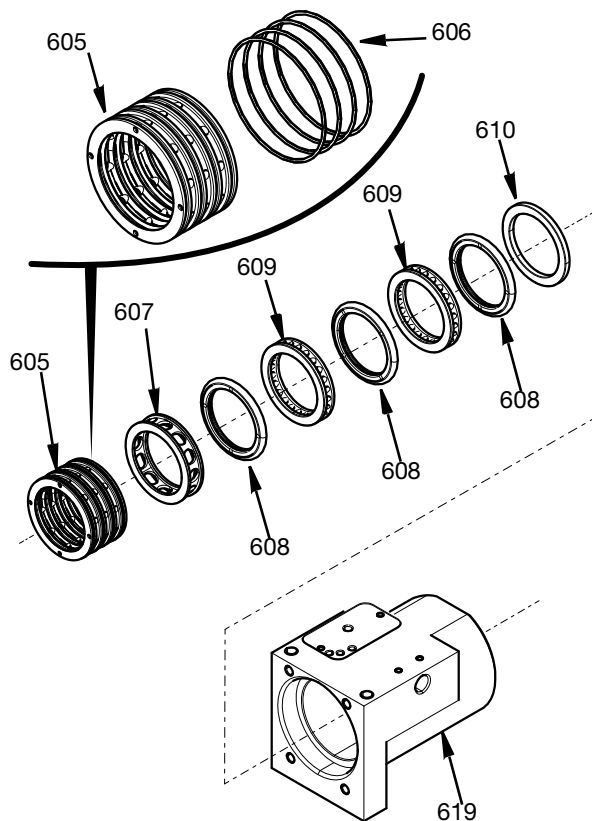

FIG. 22
2. Opatrně vložte všechny díly rovně do tělesa otočného čepu, jak je znázorněno na FIG. 22. O-kroužky (606) musí být namontovány na kroužek rozdělovače vzduchu (605), než jsou vloženy do vývrtu tělesa otočného čepu. Před montáží zkontrolujte, zda jsou všechna těsnění a vývrt tělesa otočného čepu lehce promazány. Viz FIG. 22.